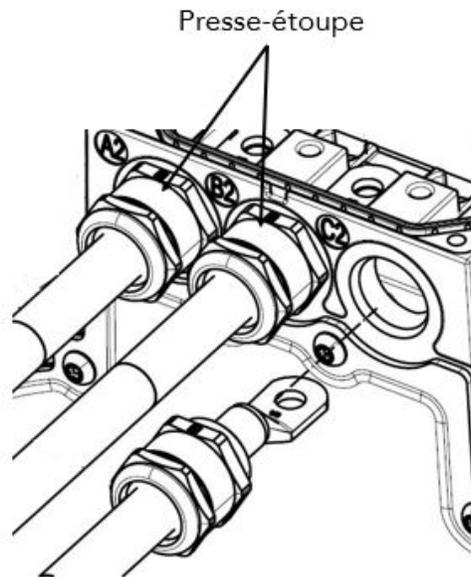

Figure 2 - Connexion des câbles de phases
6. Localisez les presse-étoupes et assurez-vous qu'ils sont encore suffisamment serrés (Figure 2).